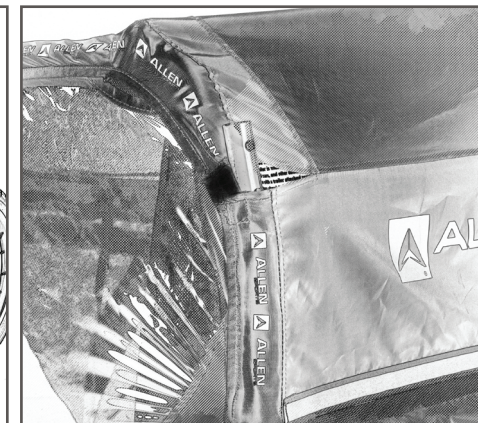

図19
2. Velcro 補強固定ストラップを巻き付け、カバーでしっかりとフレームを覆ってください (図19)。